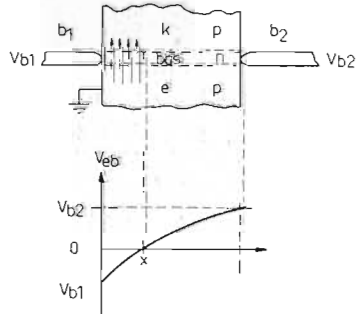

Fig. 5. Strömpassagen genom basen hos tetrodtransistorn koncentreras till omedelbar närhet av baselektroden b_1 .
Genom att till basen ansluta en andra baselektrod (b_2) som polariseras i bakriktningen i förhållande till emittern lyckades man koncentrera strömpassagen genom basen till omedelbar närhet av den ordinarie baselektroden, som är polariserad i framriktningen (4). Förspänningen på b_1 och b_2 medför en potentialvariation i basen mellan elektrodena, som antyds i fig. 5.